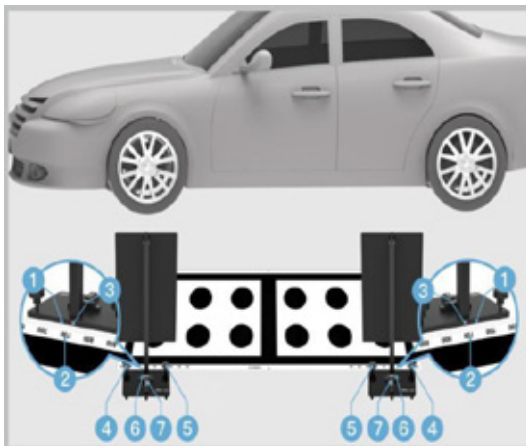

Abbildung 3-51 Positionieren und Einstellen der Kalibrierwerkzeuge
3. Bringen Sie die beiden zusammengebauten Kalibrierwerkzeuge in die in Abbildung 3-51 gezeigte Position. Vergewissern Sie sich, dass die Seite (①) mit der markierten Linie an der Basis des Zielplattenträgers an der Kante des Lineals (②) auf dem Muster anliegt.
4. Bewegen Sie den Zieltafelhalter nach links oder rechts, um die markierte Linie (③) auf 775 auf dem Lineal (②) auszurichten.
5. Drehen Sie die Bolzen (④) und (⑤) so, dass die Blasen in den Wasserwaagen (⑥) und (⑦) zentriert sind.